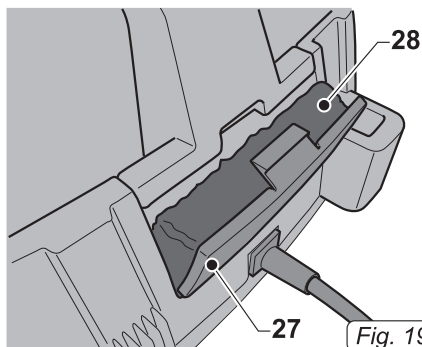

Fig. 19
- Удалить прокладку фильтра (28 Рис.19) из створки (27 Рис. 19) и очи-